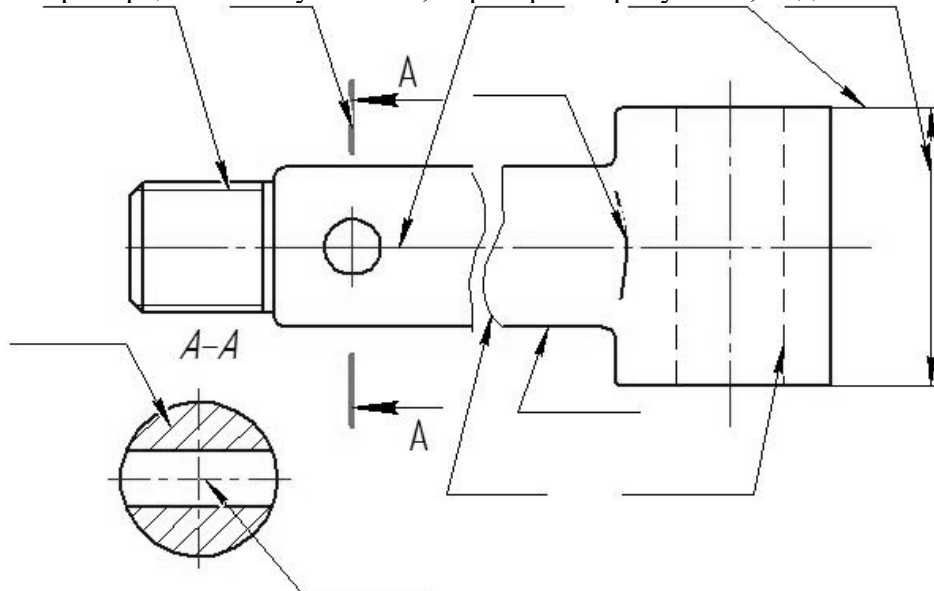

Рисунок 3
2. Пропорционально увеличив, перевернуть рисунок 3, подписать название линий